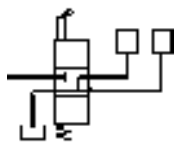

图 17.8.49 绘制矩形 (五)
(7) 绘制矩形。
① 用 **绘图(D)** → **矩形(R)** 命令, 绘制长度和宽度值分别为 14、16 的矩形。
② 用 **修改(M)** → **移动(M)** 命令移动矩形, 使其下边线中点与垂直直线的上端点重合。
③ 用 **修改(M)** → **复制(C)** 命令复制步骤①绘制的矩形, 使其下边线中点与垂直直线的上端点重合。结果如图 17.8.49 所示。